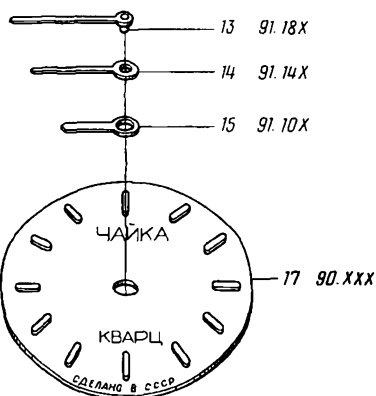

Рис. 69
16. Снять стрелку секундную 13 (рис. 69)